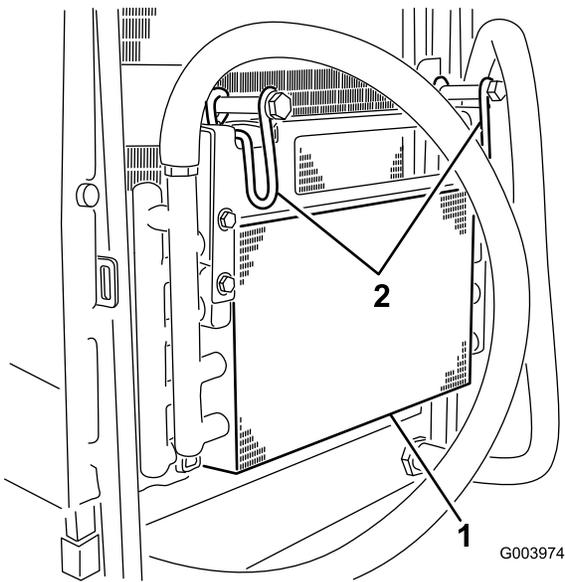

图 106
7. 向内旋转 2 个油冷却器搭扣，然后倾斜油冷却器（图 106）。